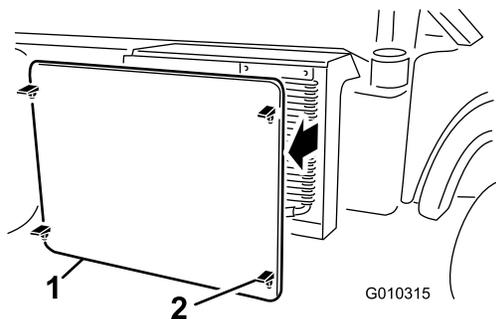

図 59
2. ラジエータスクリーンのラッチを外して、ラジエーター前面から外す 図 59。